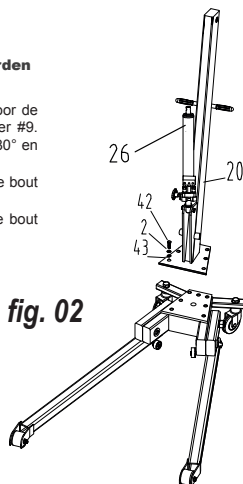

fig. 02
- Zie afbeelding 02: Gebruik de ring #2 met de borging #43 en de bout #42 om kolom #20 op de voet #44 te bevestigen.